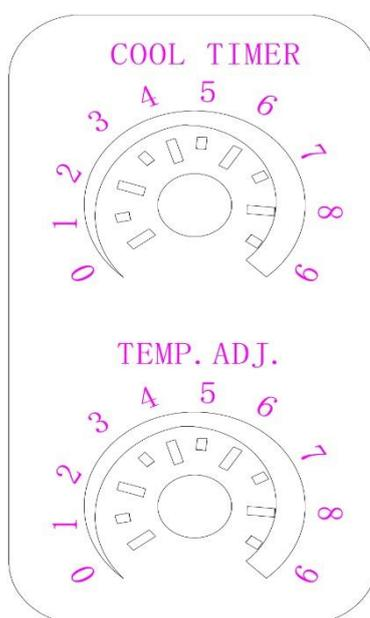

Рис. 3-5
① Регулировка температуры (TEMP. ADJ.): в шкафу управления машины над платой откройте крышку шкафа управления, и вы увидите потенциометр. Поверните его по часовой стрелке, и температура увеличится. Если температура выше или ниже, чем должна быть, уровень сваривания будет не таким хорошим, как должен быть. Поэтому не регулируйте слишком много, так как разница в температуре будет слишком большой. Отрегулируйте от 4 до 5, и все будет в порядке (покажите, как на Рис. 3-5).
② Регулировка времени охлаждения (ТАЙМЕР ОХЛАЖДЕНИЯ): Обычно температура нагревателя достаточна, но из-за различных типов лент, материалов и других факторов иногда, если вы регулируете температуру, она может не достичь идеальной точки плавления. В таком случае регулятор можно отрегулировать (удлинить) для двух свинцового соединения (охлаждения) в течение более длительного времени, так как чем дольше время охлаждения, тем сильнее усиливается адгезионная прочность. Время охлаждения по часовой стрелке больше, а регулировка производится за 0 секунд. (См. рис. 3-5).
③ Для затягивания регулировки имеется кнопка потенциометра с надписью «НАТЯЖЕНИЕ». Поверните его по часовой стрелке, чтобы затянуть. Если лента не затягивается, необходимо отрегулировать блок маятника и увеличить мощность.